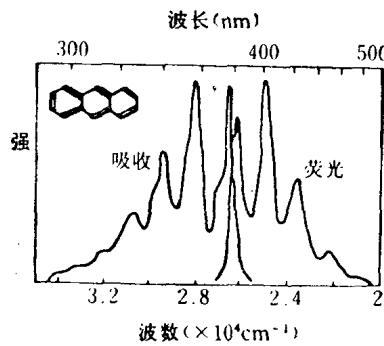

图 1-3 分子的吸收与荧光的光谱(环己烷溶液)
(2) 分子发光 分子也同原子一样激发, 发光。分子发光的光谱同原子的线光谱作比较的话, 各光谱线的幅度扩大, 同邻线重合, 限在一定的范围, 波长连续不断的现象叫带光谱。分子由光线(紫外、可见)激起进行发光(是荧光的一种), 这时发光的一方波长要比吸收光一方的波长长。原因是吸收光一方能量的一部分, 被分子内部原子的振动能量所消耗。图 1-3 是分子的吸收与荧光的光谱。